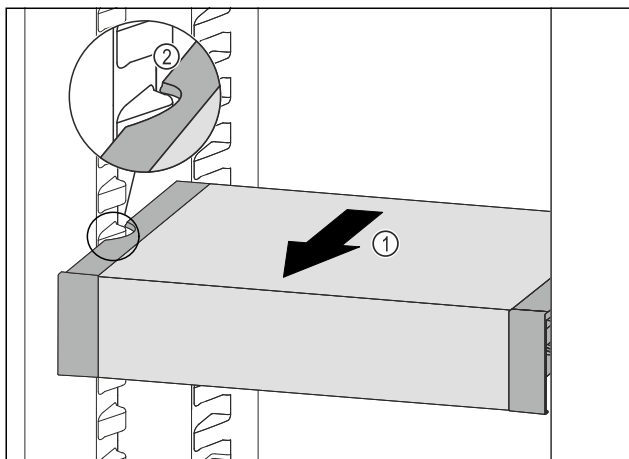

Fig. 80
- ▶ Táhněte VarioSafe dopředu Fig. 80 (1), dokud nebudou boční vybrání VarioSafe na úrovni žebrování na nádoby v chladničce. Fig. 80 (2)